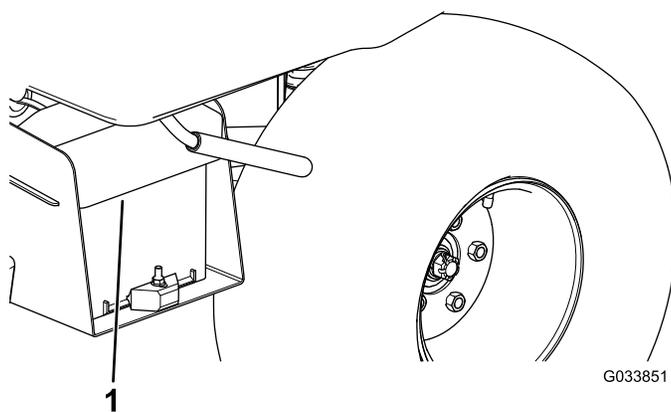

Рисунок 4
крепления из основания аккумуляторной батареи (Рисунок 4).
2. Снимите крышку с основания аккумулятора (Рисунок 4).
6. Поместите крышку аккумуляторной батареи на основание аккумуляторной батареи (Рисунок 4).
7. Надавите на крышку аккумуляторной батареи, совместив лапки крепления с основанием аккумуляторной батареи, и отпустите крышку (Рисунок 4).